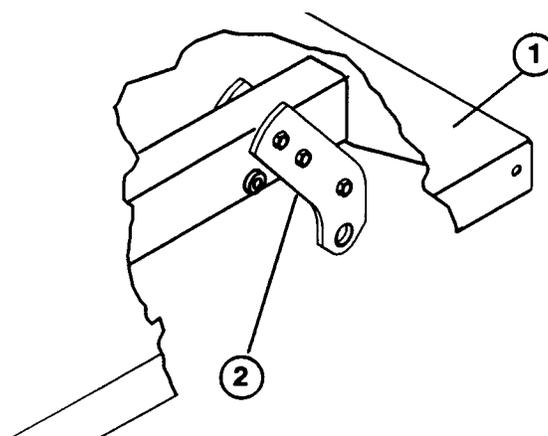
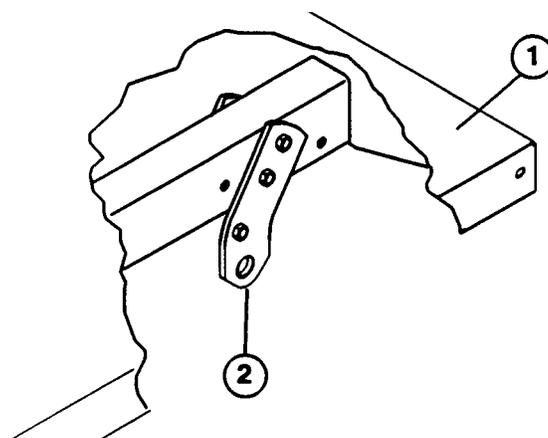

Figura 4
Figura 5
3. Monte sem apertar os pratos rotativos traseiros mais altos assim como o tubo rotativo, o parafuso de 3/8-16 x 3-3/4 pol. e a contraporca usando nos orifícios conforme indicado na figura 4.
4. Monte cada conjunto dos pratos rotativos traseiros nas ranhuras da armação do lado direito e do lado esquerdo com os parafusos sextavados e os contraporcas que foram anteriormente retirados. Coloque os suportes na placa completa conforme indicado na figura 4, e para a placa de 2/3 do tamanho conforme indicado na figura 5.